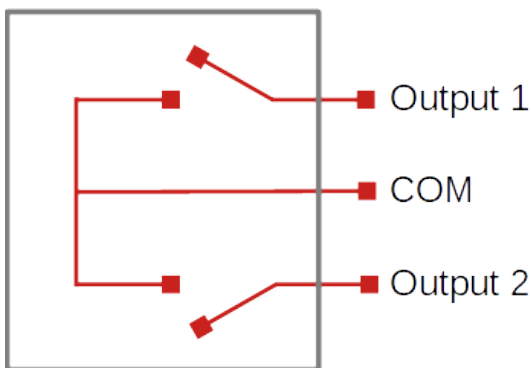

Figura 8 Diagrama de salidas aisladas
- La salida cuenta con dos señales aisladas/libres de potencial para comandar un rearmador o dos contactores teniendo un mismo punto común (fase o neutro), como se puede observar en la Figura 8.